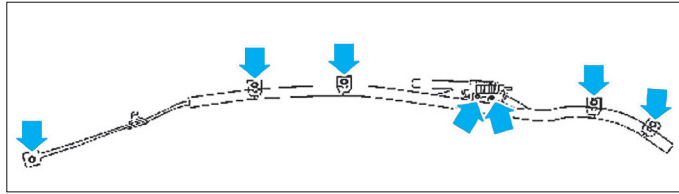

Fig. 10
- Déposer les sept vis (flèches) (Fig.10).